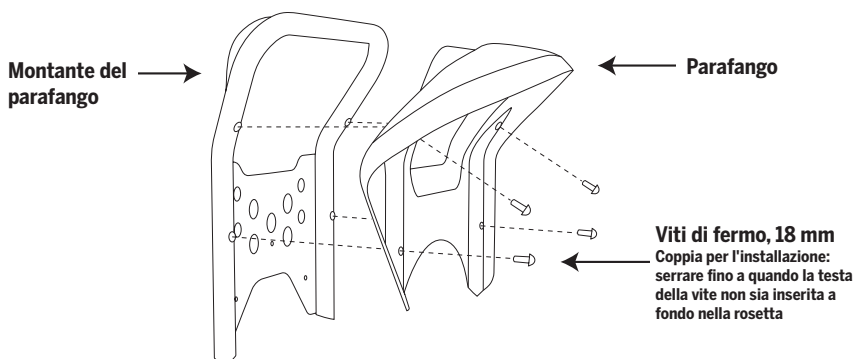

Figura 2. Rimozione o installazione del parafango e del montante
4. Per rimuovere l'insieme parafango e montante, togliere le (4) viti di fermo da 18 mm con una chiave a brugola esagonale da 4 mm. Vedere la Figura 2.
5. Per reinstallare l'insieme parafango e montante, serrare le (4) viti di fermo da 18 mm (incluse a questo kit) nel parafango e nel montante del parafango. Con una chiave a brugola esagonale da 4 mm, serrare fino a quando la testa della vite non sia inserita a fondo nella rosetta. Una volta inserita a fondo, ruotare di un altro $\frac{1}{2}$ - 1 giro.
6. Per reinstallare l'insieme parafango e montante sul Segway PT, serrare le (3) viti di fermo da 28 mm (incluse a questo kit) nell'insieme e nel coperchio del blocco di trasmissione. Con una chiave a brugola esagonale da 4 mm, serrare ad una coppia di 6,0 Nm.